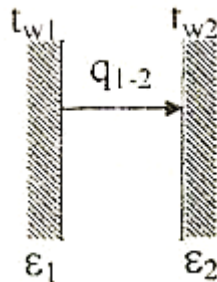

Рис.3. Лучистый теплообмен между поверхностями без экрана
1) Между поверхностями НЕТ экрана, рис. 3.